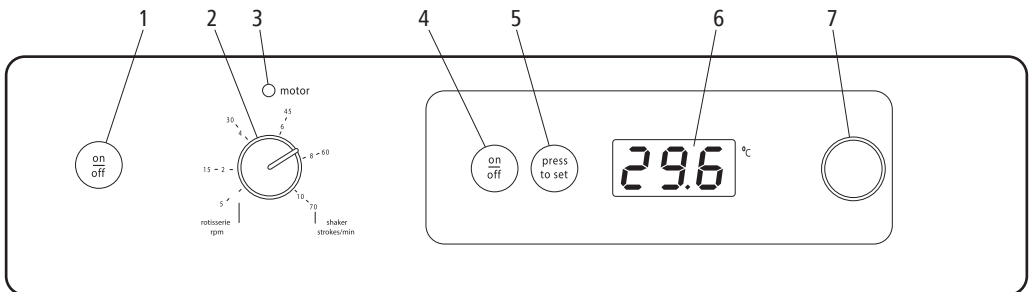

Figure 3: Commandes du panneau avant
- 3.1 Les commandes de température de l'étuve se situent sur le côté droit du panneau de commande (numéros 4 à 7 sur la figure 3).
- 5.6 Les commandes de vitesse se trouvent sur le côté gauche du panneau de commandes (numéros 1 à 3 sur la figure 3). Mettez le tournebroche / agitateur sous tension en appuyant sur le bouton marche/arrêt (1). Le voyant indicateur rouge (3) au-dessus du sélecteur de vitesse (2) va s'allumer.